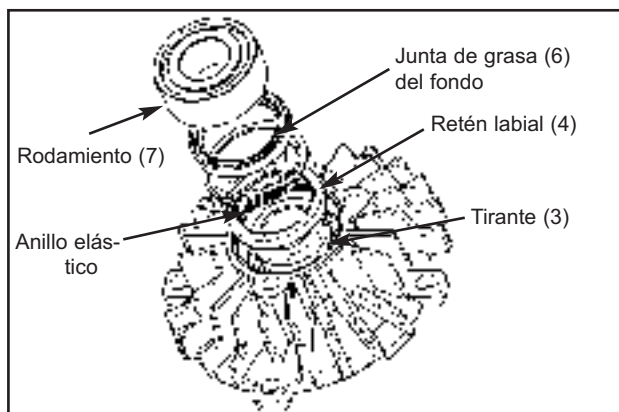

Figura 17
3. Haga que el rodamiento se deslice (7) para liberarlo del fondo. El rodamiento está ajustado por deslizamiento.
4. Retire el tirante (3) y golpee la junta de grasa (6) para liberarlo del fondo. Retire el anillo elástico (5); ver la figura 17.